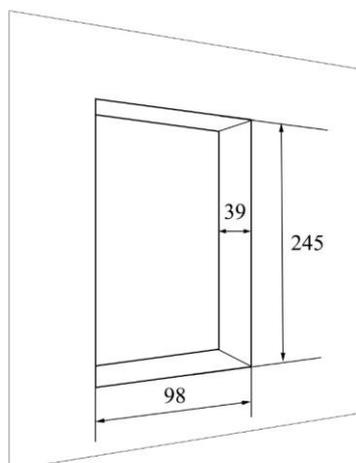

Рисунок 2 – Отверстие для врезного монтажа
2.2.1. Вырезать в листовом металле отверстие (В×Ш = 245×98 мм). Убедиться, что для установки короба свободно не менее 39 мм глубины (рисунок 2).
- 2.3.1. В месте установки крепления вырезать углубление с параметрами: $V \times \text{Ш} \times \Gamma = 245 \times 98 \times 39$ мм (рисунок 2).